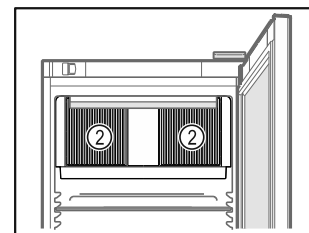

Fig. 72
- Sørg for at cirkulationsblæserens ventilationsåbninger Fig. 72 (2) i det indvendige rum altid er frie.